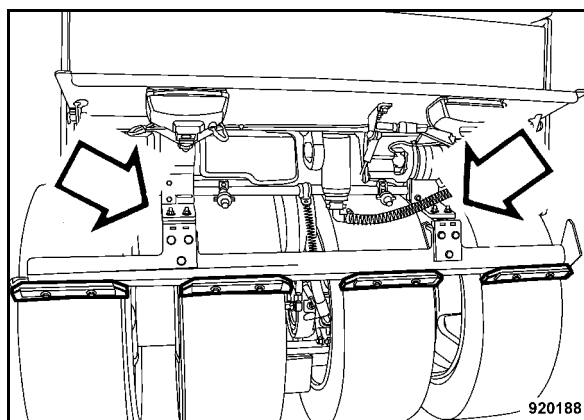

Fig. 105
- Aprire lo sportello posteriore, controllare il raschiatore ed eventualmente sostituirlo (Fig. 105).